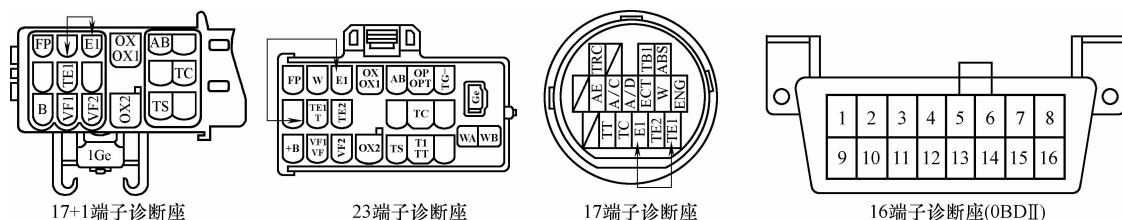

图 2-2 丰田车系故障诊断座
①静态读取故障码的方法如下：
- b. 用跨接线跨接诊断座中的 TE1 和 E1 端子或 16 端子故障诊断座中的 5、6 号端子，如图 2-2 所示。